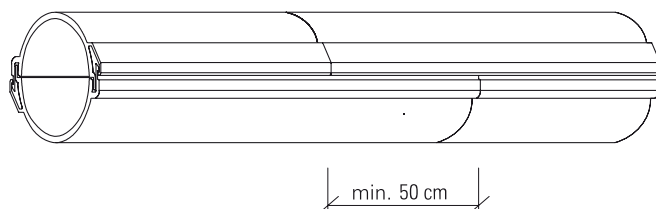

Bild 12 Skarvning av delbara kabelskyddsrör typ PS och SVA.
3. Sammansättning av delbara kabelskyddsrör typ PS och SVA sker genom att lägga ihop halvorna och klämma åt tills hakarna på rörens sidor låser. Skarvning av rören sker genom att man förskjuter rörhalvorna ca. 0,5 m och skjuter in ena halvan i den andra (Bild 12).